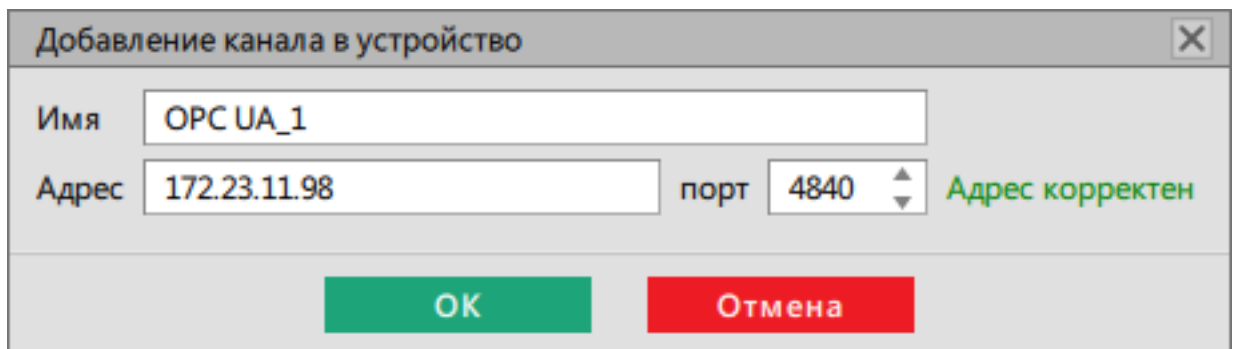

Рисунок 175 - Добавление канала в устройство
- Укажите имя и реквизиты канала связи, нажмите **ОК** (Рисунок 175).